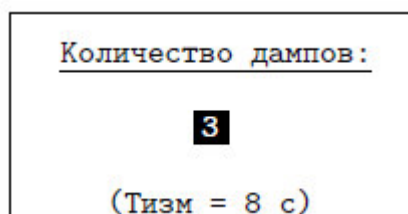

Рис. 3.15
3.4.6 **"Количество дампов"** - установка количества дампов сигнала, по которым проводится спектральный анализ и выдается результирующий спектр (Рис. 3.15).